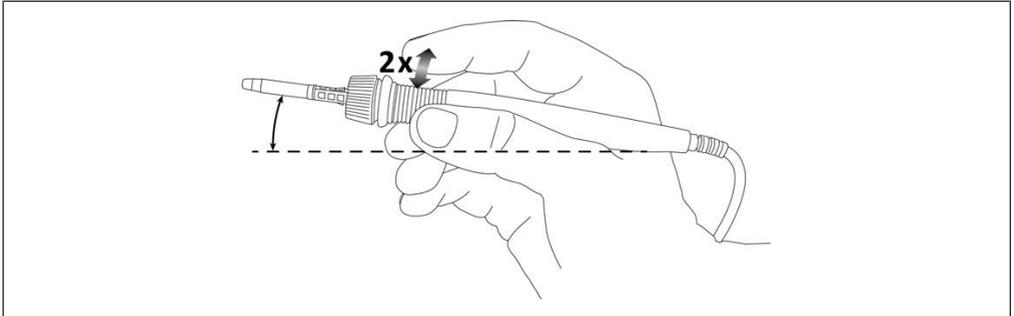

Abb. 23: Den LötKolben zweimal antippen
- a) Das Sicherungsfach unter dem Netzanschluss vorsichtig aufhebeln, z.B. mit einem Flachsraubendreher (siehe Abb. 23).